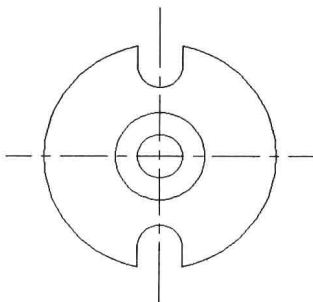

图 4-5-16
(5) 单击两个圆弧之间的垂直线部分，将其剪切，最后按 Enter 键结束修剪操作，修剪后的效果如图 4-5-16 所示。